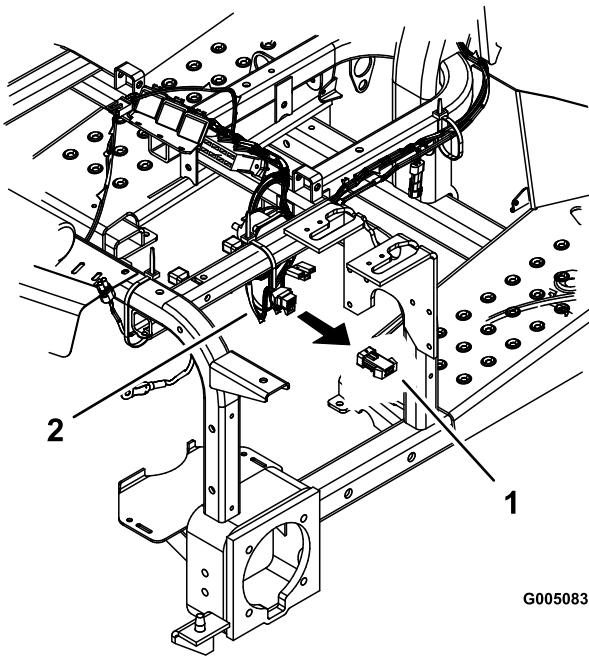

図 34
5. コントロールパネルの下のメインハーネス部からジャンパワイヤを外す図 34。